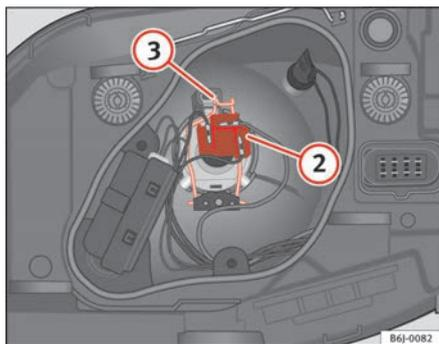

Fig. 142 Luz de cruce/carretera fano simple
- Extraiga el conector ⇒ fig. 142 (2) de la lámpara.
- Desenganche el resorte retentor ⇒ fig. 142 (3) presionándolo hacia dentro y a la derecha.